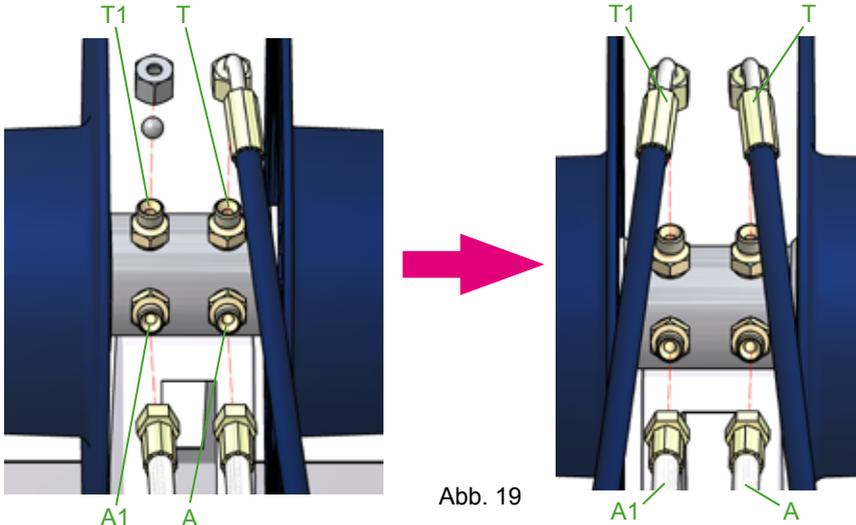

Abb. 19
- Entfernen Sie den Verschluss (Verschlussstopfen und Stahlkugel) des Anschlusses T1 an der Haspelwelle und schrauben Sie stattdessen den Rücklaufschlauch an (siehe Abb. 19).